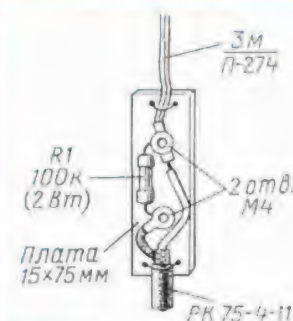

Рис. 3
2. К одному из концов кабеля (условно — верхнему) припаиваем лепестковые клеммы М4: отдельно — к центральному проводнику, отдельно — к оплётке. Закрепляем эти клеммы винтами М4 на пластине размерами 75×15 мм из стеклотекстолита толщиной 1,5 мм (рис. 3). Между центральным проводником и оплёткой закрепляем на этих винтах за выводы резистор МЛТ-2 100 кОм (для снятия статического электричества). Затем центральный проводник соединяем с верхним полотном